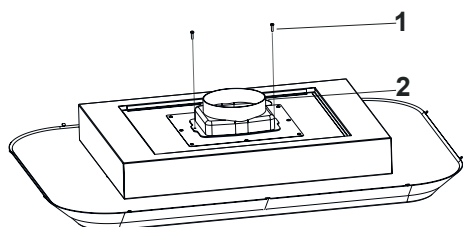

Fig. 11
- 5. ➔ Placera utsugsstosen på fläkten och skruva fast den med 2x 3,5x6,5 skruvar (Fig. 11).